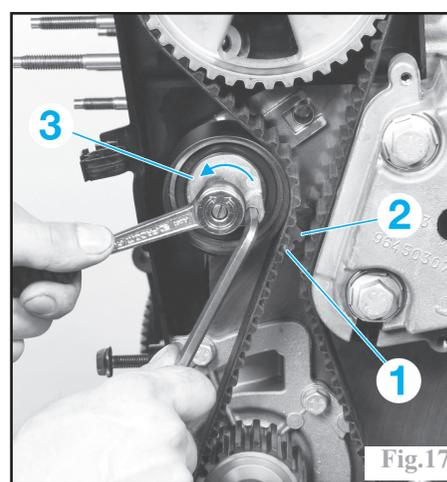

Fig.17
Placer l'index (1) sous le repère (2) en tournant le galet tendeur (3) dans le sens inverse horaire (Fig.17) et serrer la vis du galet tendeur.